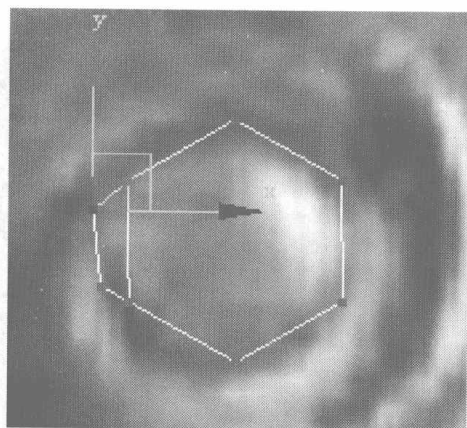
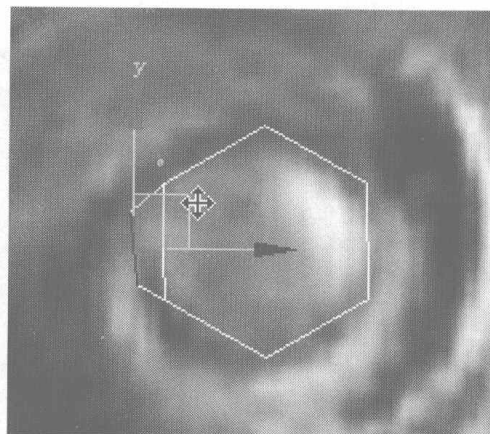

图 5.177
图 5.178
- 03** 调整模型上的点到如图 5.177 所示的位置。选择如图 5.178 所示的曲线，按住 Shift 键向外拖动，复制出一个边沿，并调整到如图 5.179 所示的位置。